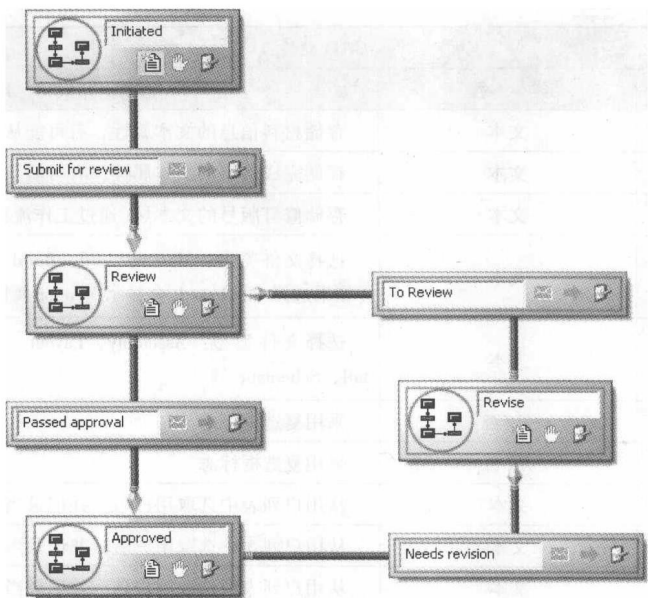

图 1-3 技术说明书审批流程
(2) 技术说明书审批流程(Specifications): ACME 公司对技术说明书采用一种纯数字的修订版号，当文件被批准并发布(如 Approved 状态)时，递增数字，如图 1-3 所示。